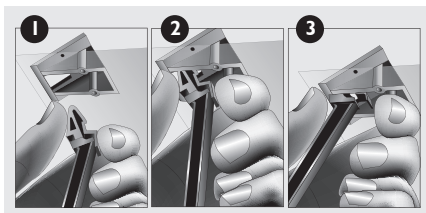

Figura 15.
2. Una vez tenga presionados ambos soportes introduzca la punta de estos en los orificios que están ubicados debajo del panel frontal de la campana, tal como lo indica la figura respectiva y de tal forma que el vidrio quede en posición diagonal hacia afuera como se observa en la figura 15 numeral 2.